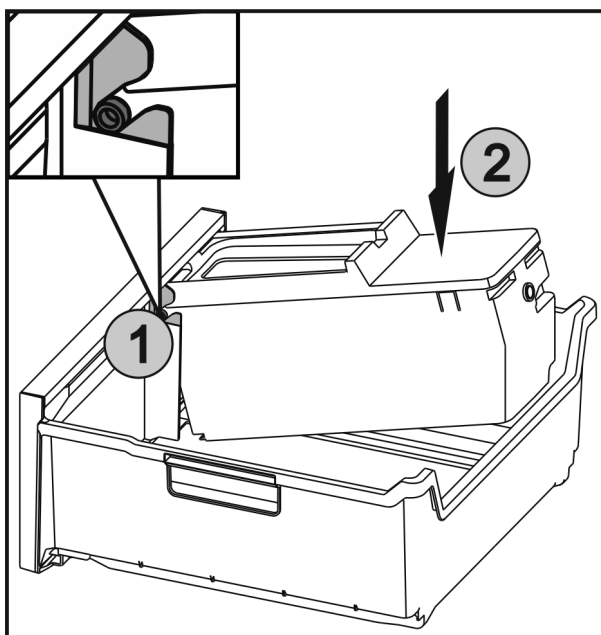

Fig. 41
- ▶ Inserire gli assi Fig. 41 (1) di EasyTwist-Ice nelle guide e premere la parte posteriore Fig. 41 (2) finché la linguetta non si innesta.